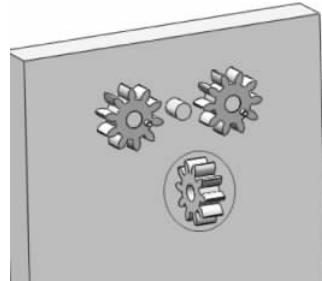

图 3-82 插入另一个齿轮
(5) 继续插入零件,单击【装配体】工具栏中的【插入零部件】按钮 ,弹出【插入零部件】的属性设置,选择零件【齿轮 2】,单击【打开】按钮,在图形区域中的合适位置单击插入,如图 3-82 所示。